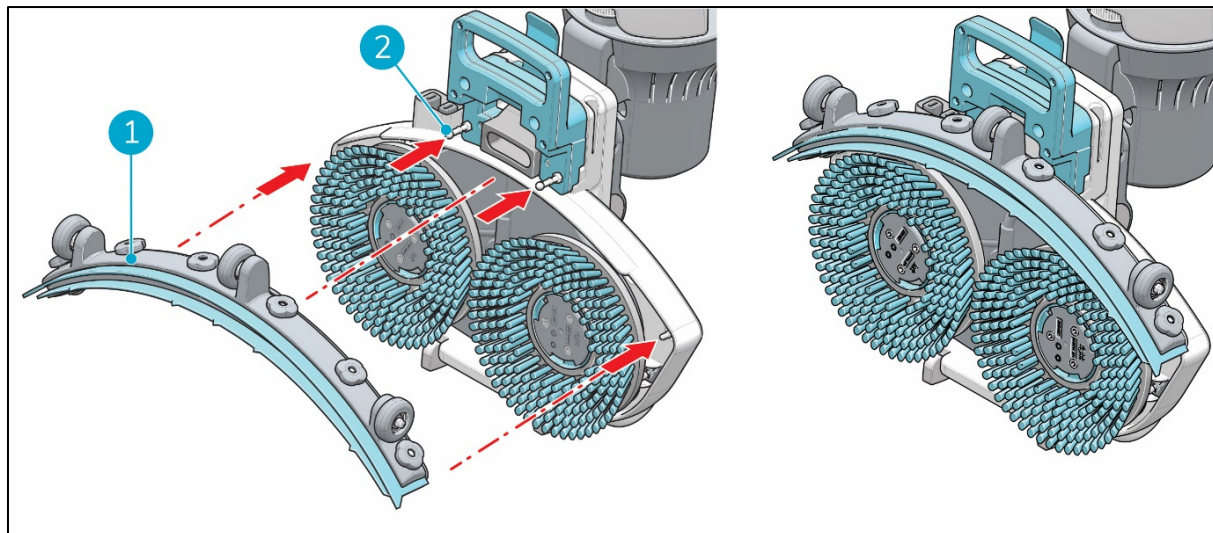

Abbildung 27
2. Richten Sie die Stifte am Bürstendeck (Figure 27, Pos. 2) an den Löchern in der Abziehblattbaugruppe aus (Figure 27, Pos. 1).